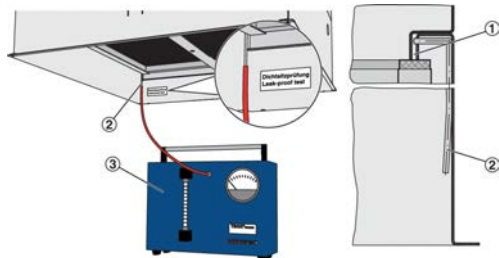

Abb. 8: Dichtsitz-Prüfung
1. ▶ Dichtsitz-Prüfgerät (Abb. 8/3) am Anschluss für Dichtsitzprüfung (Abb. 8/2) anschließen.
2. ▶ Auf die Prüfrille (Abb. 8/1) ein Druck von mind. 2.000 Pa aufgeben.